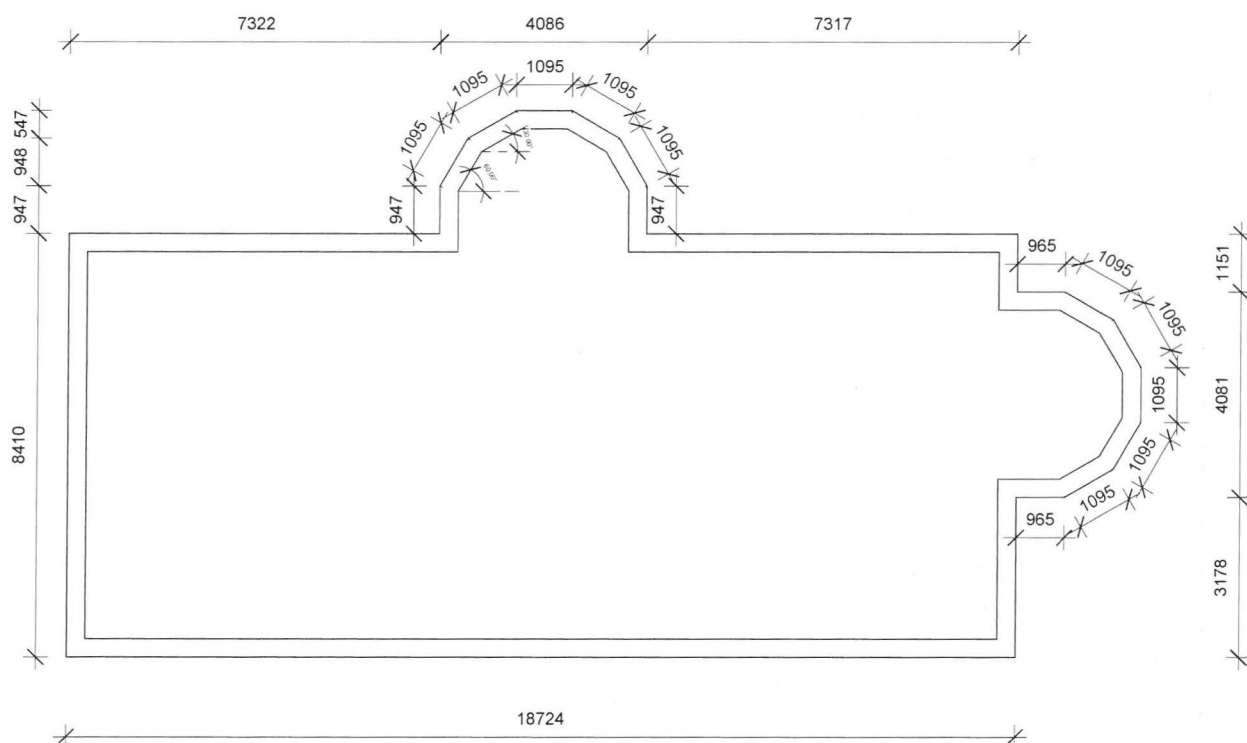

Fig. 05.44. Optegn husets ydervægge som på billedet her.
- Optegn ydervæggene som på Fig. 05.44, på næste side. **HUSK AT TEGNE MED URET RUNDT.**